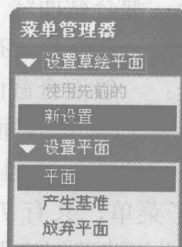

图 1-16 “设置草绘平面”菜单管理器
3) 在如图 1-16 所示的“设置草绘平面”菜单管理器中设置选项为“新设置”→“平面”，然后单击绘图环境中的 RIGHT 基准面作为草绘平面。